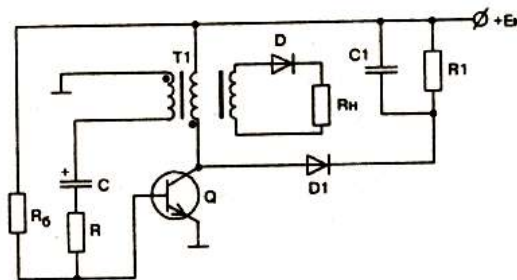

Рис. 8. Принципиальная схема автоколебательного блокинг-генератора
*Вспомогательный преобразователь.* Вспомогательный преобразователь является конструктивной особенностью источников питания формата АТХ. Данный преобразователь формирует напряжение +5ВSB в выключенном состоянии системного модуля. Устройство представляет собой блокинг-генератор, функционирующий в автоколебательном режиме в течение всего времени замкнутого состояния сетевого выключателя блока питания. Упрощенная схема автоколебательного блокинг-генератора для обратноходового преобразователя приведена на рис. 8. Основными элементами блокинг-генератора являются транзистор Q и трансформатор Т1. Цепь положительной обратной связи образована вторичной обмоткой трансформатора, конденсатором С и резистором R, ограничивающим ток базы. Резистор Rб создает контур разряда конденсатора на этапе закрытого состояния транзистора. Диод D исключает прохождение в нагрузку Rн импульса напряжения отрицательной полярности, возникающего при запираии транзистора. Ветвь, состоящая из диода D1, резистора R1 и конденсатора C1, выполняет функцию защиты транзистора от перенапряжения в коллекторной цепи.